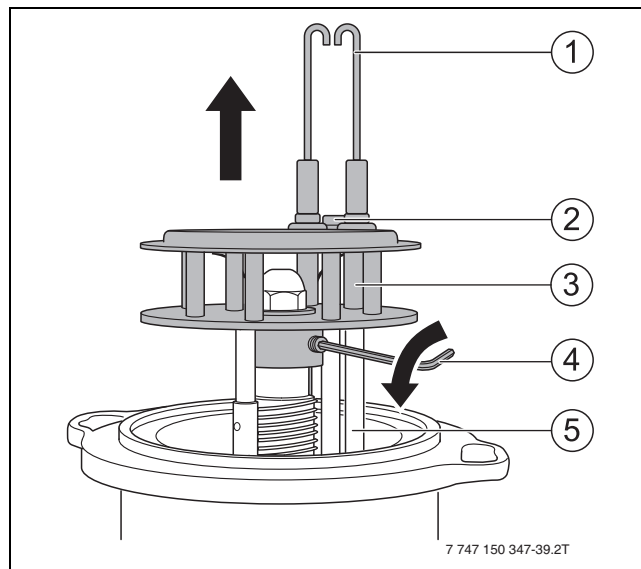

Fig. 63 Démontez le système de mélange
Les électrodes d'allumage (→ fig. 63, [1], page 44) ne doivent présenter aucun dépôt.
- Desserrer la vis (→ fig. 63, [2], page 44) entre les électrodes [1].
- Retirer les câbles d'allumage (→ fig. 63, [5], page 44) des électrodes [1].
- ▶ Fixer le système de mélange avec tige filetée (→ fig. 63[4], page 44).